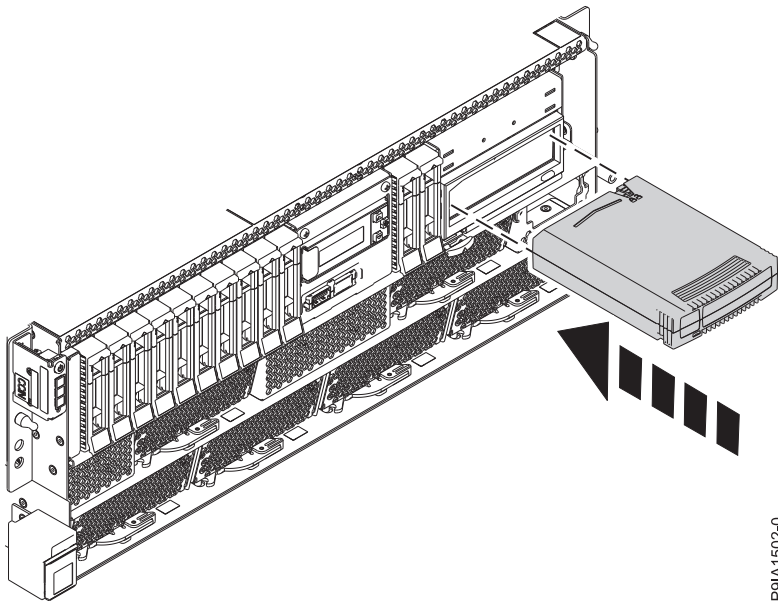

Abbildung 30. Internes austauschbares RDX-Plattenlaufwerk wiedereinbauen
2. Setzen Sie das interne austauschbare RDX-Plattenlaufwerk in die Docking-Station ein, wie in Abb. 30 dargestellt.